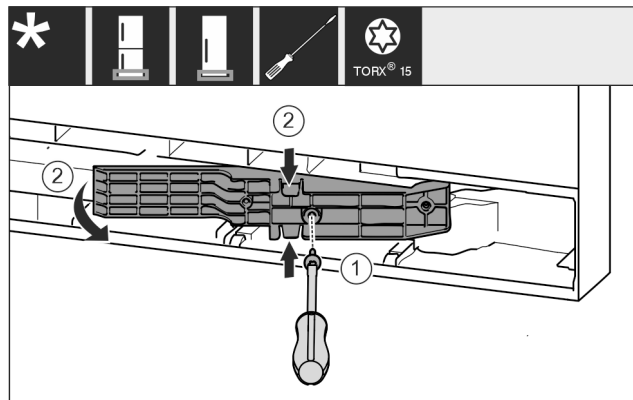

Fig. 18 *
- ▶ Løsne skruene med skrutrekker T15. Fig. 18 (1)*
- ▶ Trekk ut adapterstykket. Fig. 18 (2)*